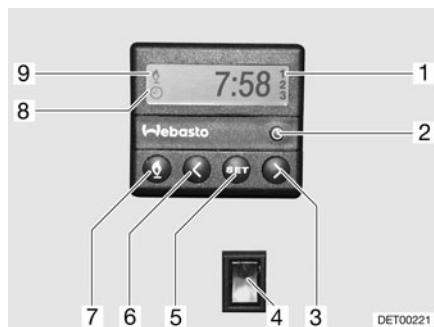

Fig. 167 Unité de commande pour le chauffage d'appoint
- Appuyer sur la touche (Fig. 167,7). Le mode chauffage est indiqué par le symbole (Fig. 167,9). Le ventilateur ne s'allume que quand la température de l'eau de refroidissement atteint 30 °C.
- Appuyer sur la touche (Fig. 167,7). Le symbole (Fig. 167,9) s'éteint.
- Appuyer sur le bas de l'interrupteur (Fig. 167,4). Le moteur est préchauffé. Le ventilateur est immédiatement allumé.
- Appuyer sur le haut de l'interrupteur (Fig. 167,4). Le moteur reste froid.
- Appuyer sur la touche (Fig. 167,2). Le menu réglage de l'heure est indiqué par le symbole (Fig. 167,8).
- Régler l'heure avec les touches (Fig. 167,3 et 6).
- Appuyer sur la touche (Fig. 167,5).
- Régler le temps de démarrage dans les 10 secondes qui suivent avec les touches (Fig. 167,3 et 6).
- Appuyer plusieurs fois sur la touche (Fig. 167,5) jusqu'à ce que le numéro de programme désiré (Fig. 167,1) apparaisse sur l'écran.